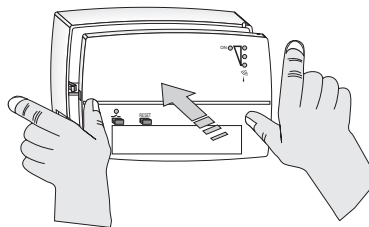

Fig. 9.i
- Richiudere con attenzione il ricevitore (fig. 9.i - fig.10.i).